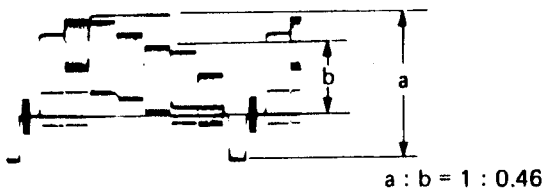

Fig. 5.13 Farb-Ausgangs-Pegel
2. Oszillograph an TP 3 (VIDEO OUT). Mit R 29 (COLOR LEVEL) den Magenta-Anteil auf 45 % der Gesamtamplitude einstellen (Fig. 5.13).
2. Oscilloscope to TP-3 (VIDEO OUT). Adjust R 29 (COLOR LEVEL) to bring the magenta section to 45 % of the total amplitude (Fig. 5.13).